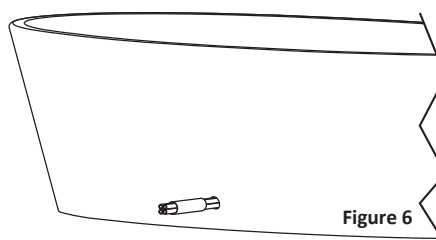

Figure 6
- 4.1. Insérer les 4 tuyaux à air dans le tuyau de métal blanc (Fig. 6)
- 4.1. Pass the 4 air hoses through the white metal pipe. (Fig. 6)